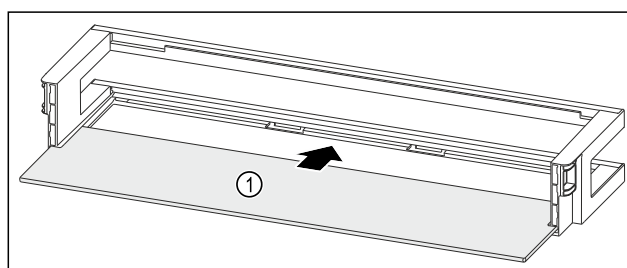

Fig. 134 Dörrfack med hylla
- Skjut in dörrfacket Fig. 134 (1) i ursparingarna på sidan.